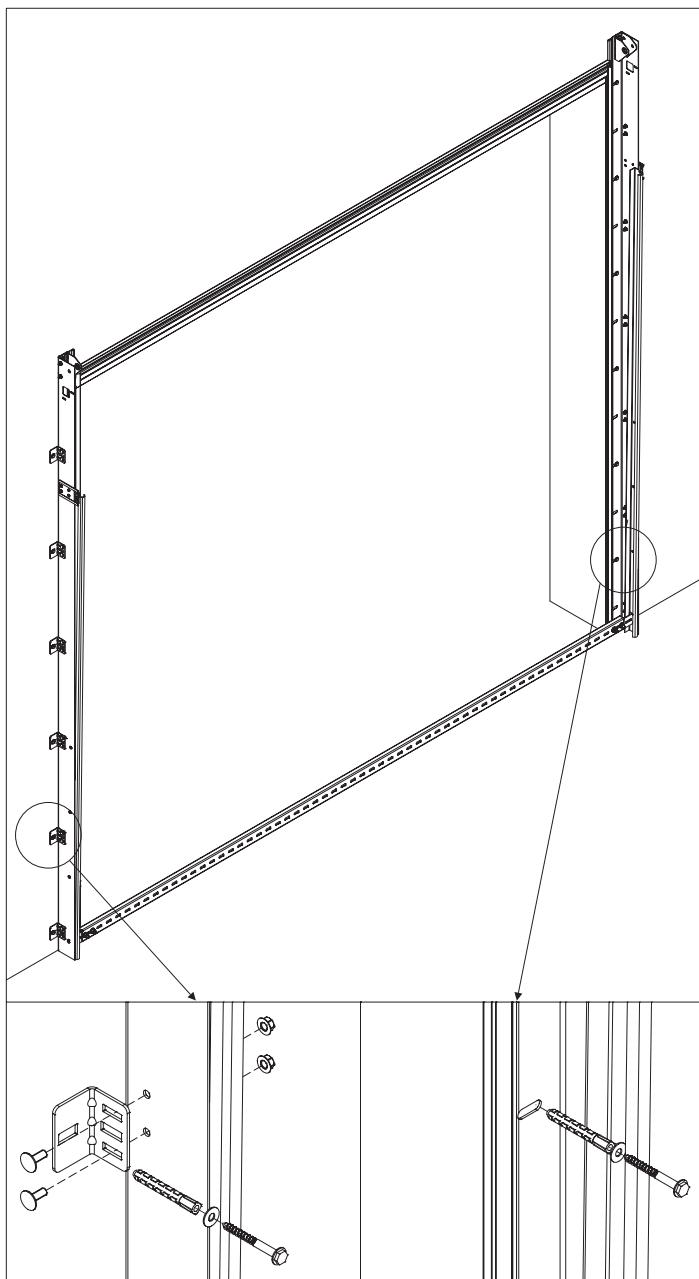
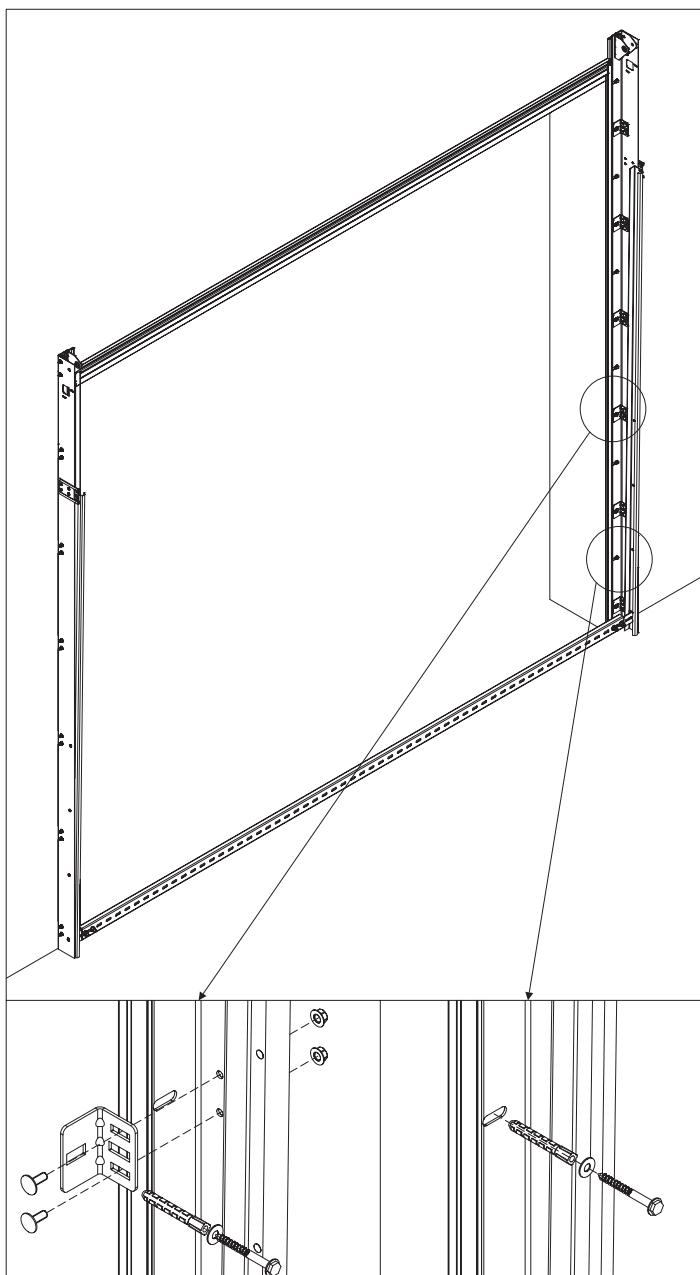

Рис. 9.1
Рис. 9.2.
- 4) закрепить на стойках усиливающие боковые кронштейны при помощи болтов M6×16 с полукруглой головкой и гаек с буртиком. На рис. 9.1 показан вариант установки усиливающих боковых кронштейнов снаружи опорных стоек, на рис. 9.2 – внутри.